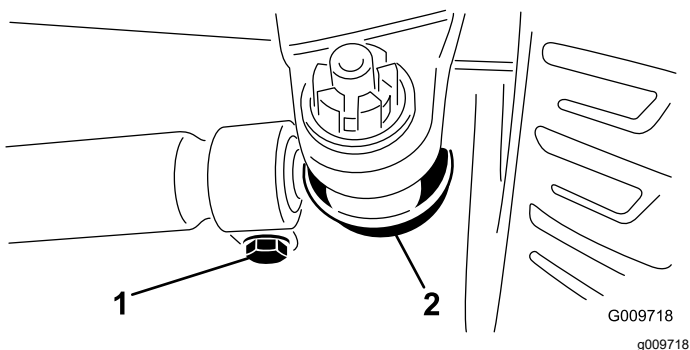

Bild 115
3. Entfernen Sie den Splint und die Mutter von einem der Spurstangen-Kugelgelenke (Bild 115). Entfernen Sie das Spurstangen-Kugelgelenk vom Achsständer.
4. Lockern Sie die Klemmen an beiden Enden der Spurstangen (Bild 115).